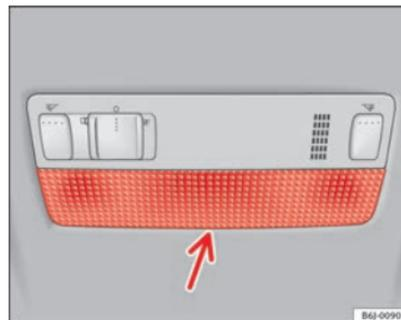

Fig. 165 Luz dianteira de leitura
- Introduza uma chave de fendas fina, com a parte plana, entre a carcaça e o vidro ⇒ Fig. 165.